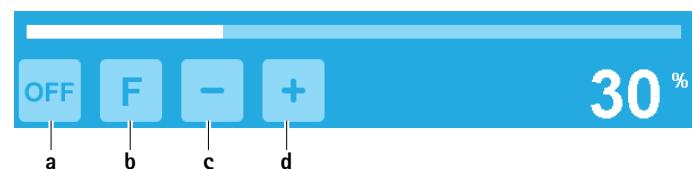

Fig. 7 Aktivera sköljpump-/”Flush”-funktion
- ▶ Aktivera sköljpump: Aktivera knappen för tillkoppling av sköljpumpen **a**, se Fig. 7.
- ▶ Inaktivera sköljpumpen: Aktivera knappen för frånkoppling av sköljpumpen **a**, se Fig. 7.